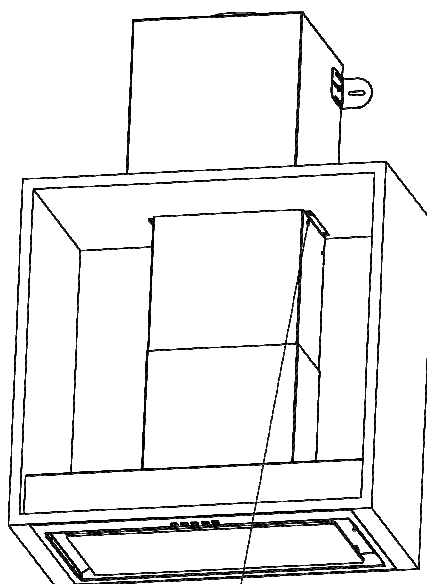

Rys. 19
- Na zamocowany w szafce okap zakładamy osłonę Rys. 19